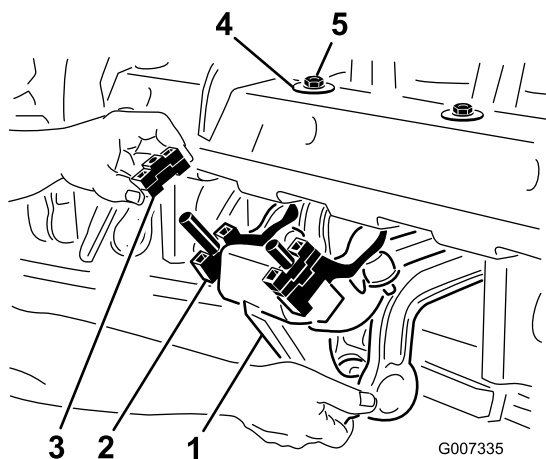

Figura 25
1. Retire las dos contratuercas (1/2 pulgada) que sujetan el amortiguador rotalink a la parte inferior del bastidor del cabezal de perforación (Figura 25).
2. Baje el amortiguador para dejar a la vista los espaciadores (Figura 25).
4. Vuelva a instalar el amortiguador en el bastidor del cabezal de perforación. Compruebe que la arandela en D esté instalada contra el bastidor del cabezal de perforación, como se muestra en Figura 25. Asegure las dos contratuercas.